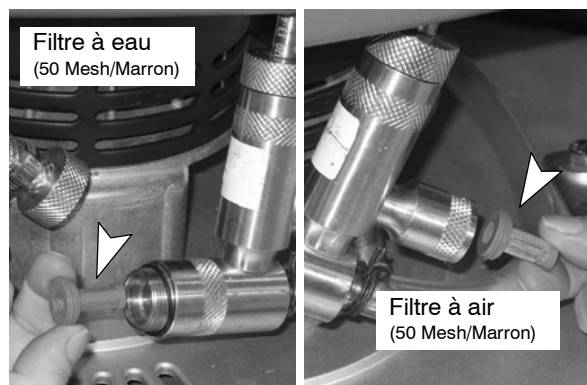

FIG. 56
2. Remplacez le filtre à eau et le filtre à air (Figure 56). Une clé de 8 mm pour vis à 6 pans est nécessaire pour installer le nouveau filtre à eau.